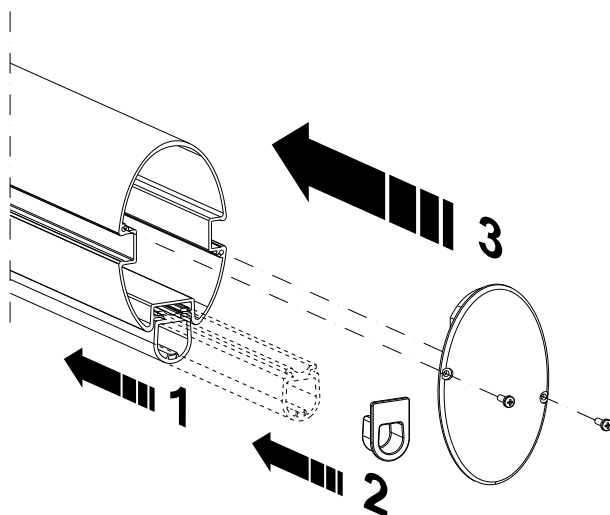

fig. 5
- 6_ infilare il profilo antiurto in gomma, tagliare la parte in eccesso (se necessario) e chiuderlo con il proprio tappino. Procedere al montaggio del cordone luminoso a led, se presente (vedi istruzioni relative), quindi montare il tappo asta fissandolo con le viti fornite (fig. 5);
- 6_ Insert the rubber shockproof profile, cut any excess (if necessary) and close with its cap. Fit the LED line, if present (see relative instructions), followed by the bar cap and fixing it with the screws supplied (fig. 5);
- 6_ Setzen Sie das Gummiprofil ein, schneiden Sie (falls erforderlich) den überschüssigen Teil ab und verschließen Sie es mit der Abdeckung. Montieren Sie falls vorhanden das LED-Element (siehe entsprechende Anweisungen) und bringen Sie dann die Abdeckung der Stange mit den mitgelieferten Schrauben an (Abb. 5).
- 6_ enfiler le profil antichoc en caoutchouc, couper l'excédent (le cas échéant) et mettre le bouchon. Monter maintenant le cordon lumineux à led, s'il est présent, (voir instructions), et monter ensuite le bouchon de la tige en le fixant avec les vis fournies (fig.5)
- 6_ Introduzca el perfil paragolpes de goma, corte la parte excedente (si fuera oportuno) y ciérrelo con su tapón. Monte la tira luminosa de led, si estuviera disponible (véanse instrucciones adjuntas), después monte el tapón del asta fijándolo con los tornillos entregados (fig. 5);
- 6_ introduzir o perfil anti-choque de borracha, cortar a parte em excesso (se necessário) e fechá-la com a sua tampa. Efetuar a montagem do cordão luminoso de leds, se presente (ver as relativas instruções) e, em seguida, montar a tampa da haste fixando-a com os parafusos fornecidos (fig. 5);